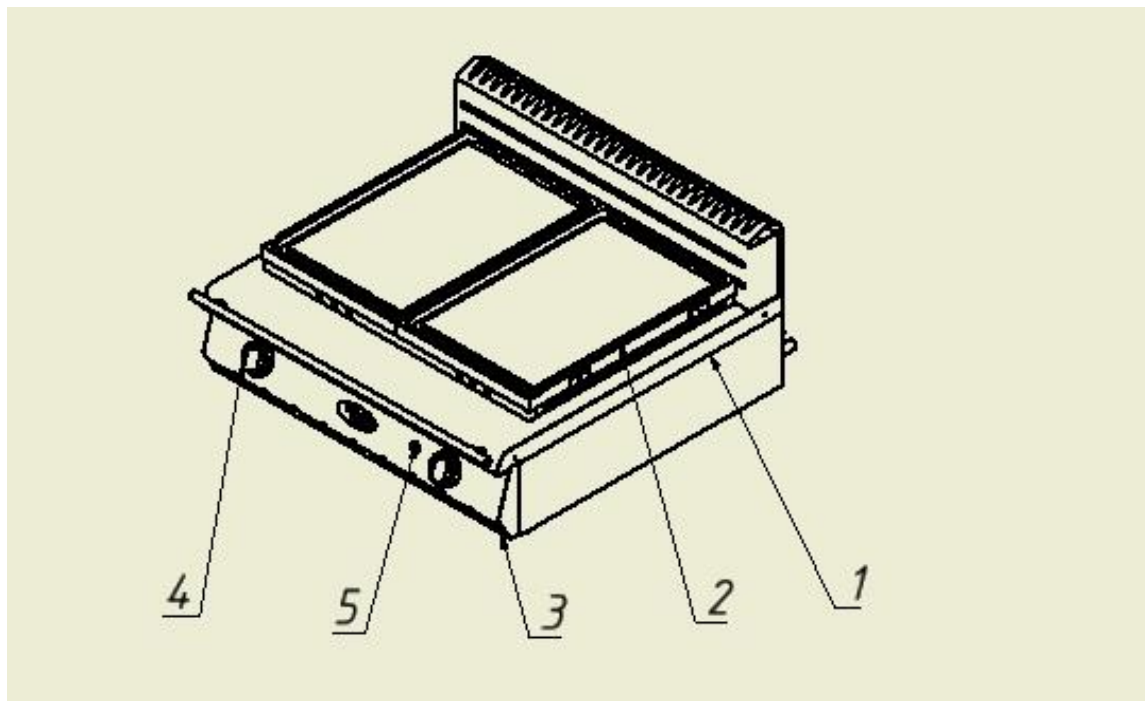
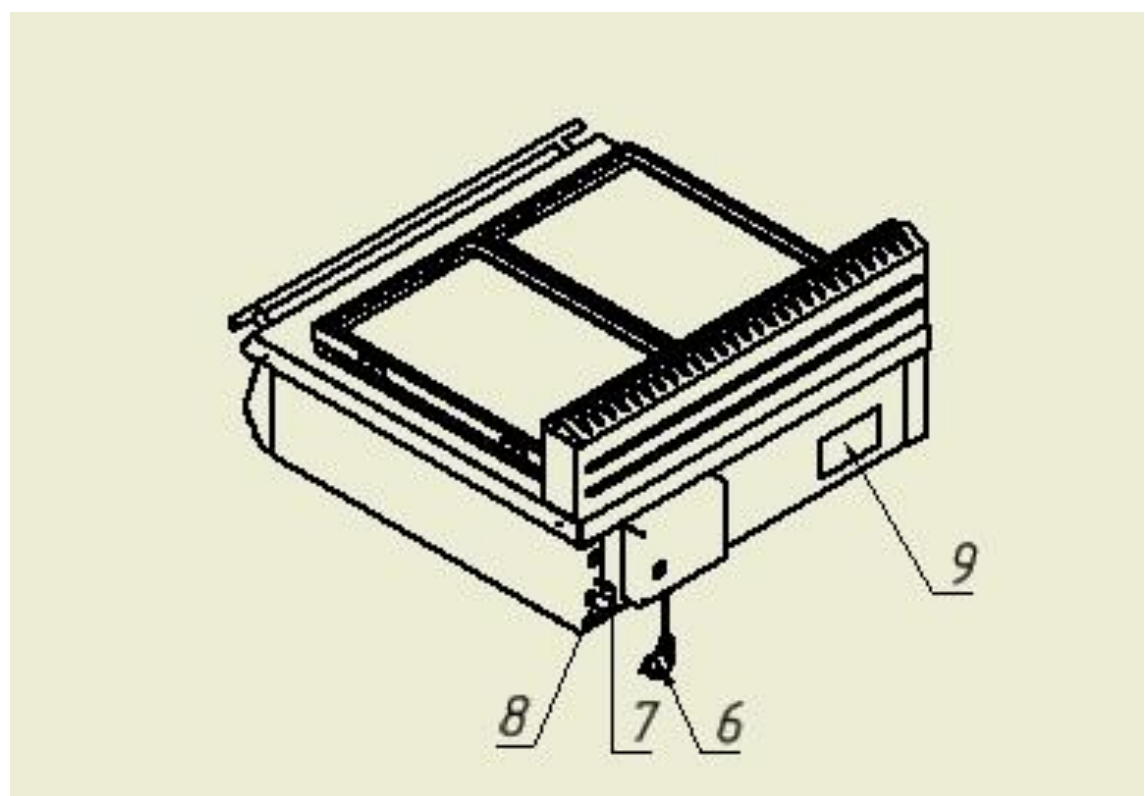

Рис.1
Рис. 2
5.1. Основные части изделия указаны на рис.1,рис.2, рис.3 и перечислены в таблице.1..